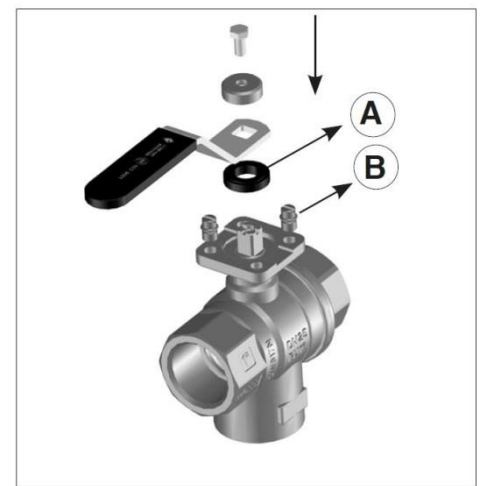

ABB. 3
- Die Fähigkeit zur Installation des Bedienhebels in mehrere Positionen (Abb. 3) ermöglicht die Umleitung des Durchflusses zur Erzielung der verschiedenen Konfigurationen, die in den unteren Diagrammen gezeigt sind.
- Setzen Sie die reibungsdämpfende Dichtung (A) und den Hebel in die Ventilspindel (Abb. 3) ein.
- Bewegen Sie das Ventil nach Bedarf, wobei die Anschlagstifte (B) in die zwei Anschlagscheibepositionen am Hebel selbst einzuführen sind.
- Schrauben Sie den Hebel mit der mitgelieferten Kappe und Schraube (Abb. 3) fest.